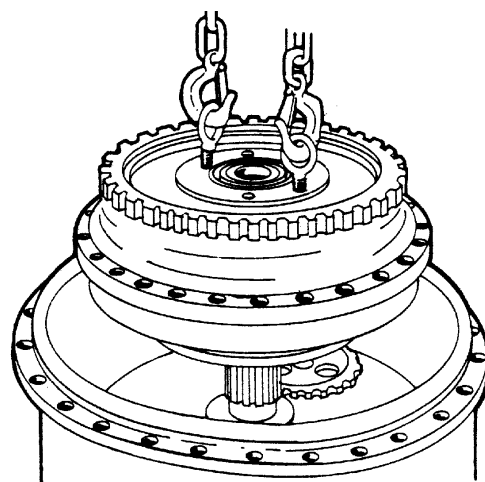

Рис. 7В.9. Подъем кожуха насосного колеса с насосным колесом в сборе
5. Выкрутить болты (60) с пружинными шайбами (смотри Рис. 7В.10.). Вкрутить три болта М10 в резьбовые отверстия кожуха (3) насосного колеса и таким образом приподнять кожух насосного колеса. Снять кожух (3) насосного колеса и вынуть из него турбину (9) так, как это показано на Рис. 7В.11.
6. Выбить из кожуха (3) насосного колеса шариковый подшипник (7) с помощью втулки 8N54-130/140. При необходимости снять с подшипника (7) стопорное кольцо (6) с помощью круглогубцев RSKm-200.
7. Снять с реактора (направляющего колеса) (12) осевой подшипник (10) и упорное кольцо (13). При необходимости вынуть из реактора (12) штифт (15).
8. Вынуть реактор (12) из насосного колеса (18) вместе с упорным кольцом (14). Снять упорное кольцо (14) с реактора (12). При необходимости вынуть из реактора (12) штифт (15).